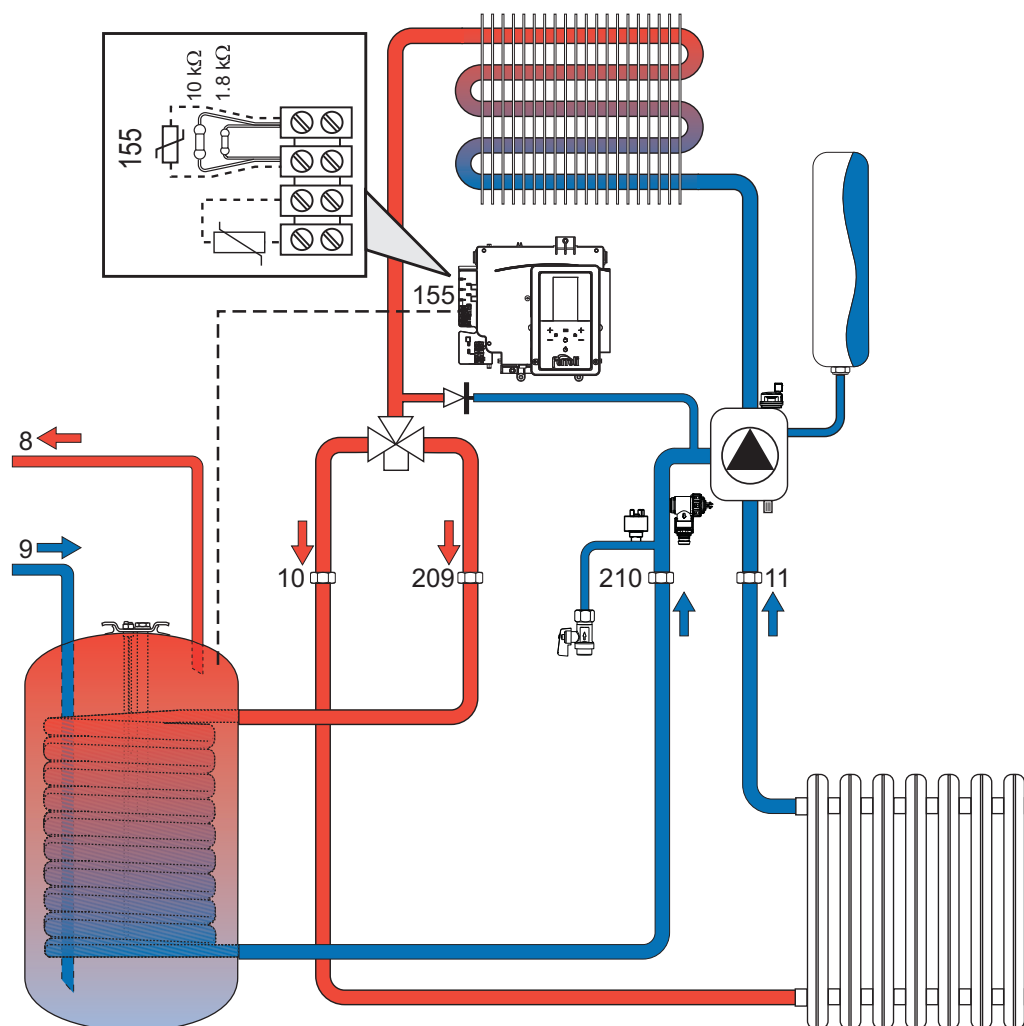

рис. 26- Схема подключения к внешнему бойлеру
Электронная плата агрегата предназначена также для управления внешним бойлером для производства воды ГВС. Соединения труб системы отопления и ГВС должны быть выполнены в соответствии со схемой рис. 26. Подсоедините датчик бойлера (155), удалив два резистора с клеммной колодки. При следующем включении агрегата система управления опознает датчик бойлера и автоматически настраивается на работу с ним, вызывая активацию дисплея и устройств управления, необходимые для работы в режиме ГВС.